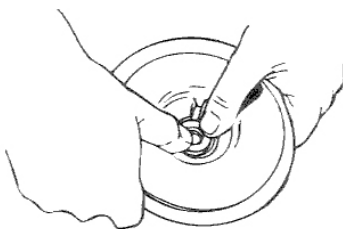

Figure 17B- Appuyer dans le cachet
3. Mettre la rondelle propre de carton sur le visage de cachet. Le visage poli de siège en céramique devrait être en haut. Avec la pression de pouce, la moitié de cachet en céramique de presse fermement et directement dans scelle la cavité dans le dissipateur thermique de cuivre (Voit la Figure 17B). Si le cachet ne placera pas correctement, enlever, plaçant le visage de cachet en haut sur le banc. Reclean cavité. Sceller maintenant devrait placer correctement.